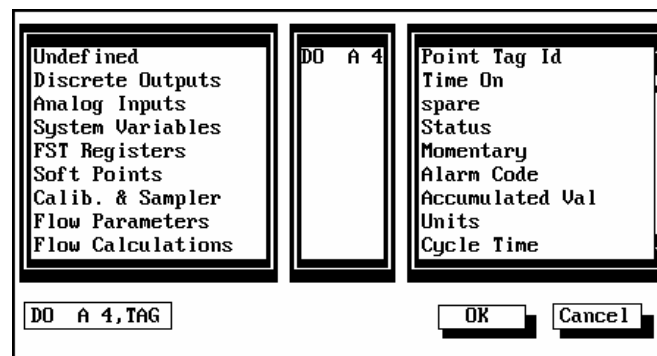

Figure 6-14. Janela de Descrição do Valor
2. Pressione <Shift><#> no teclado. A janela de descrição do valor será exibida. Observe a Figure 6-14.
5. Realce os valores dos dados e pressione **<Shift><#>** para visualizar a janela de descrição do valor e fazer mudanças. Observe a Figure 6-14.